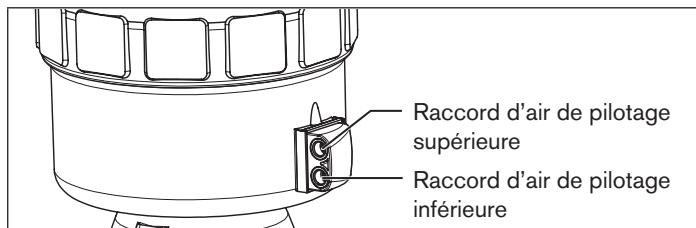

Fig. 13 : Raccordement pneumatique
→ Raccorder le fluide de pilotage au raccord d'air de pilotage inférieure de l'actionneur (voir « Fig. 13 »).
→ Raccorder le fluide de pilotage au raccord d'air de pilotage supérieure de l'actionneur (voir « Fig. 13 »).
→ Pour réduire l'intensité sonore de l'évacuation d'air : insérer le silencieux dans le raccord de purge d'air libre (voir « Fig. 13 »).
6) voir « Fig. 13 : Raccordement pneumatique », page 66